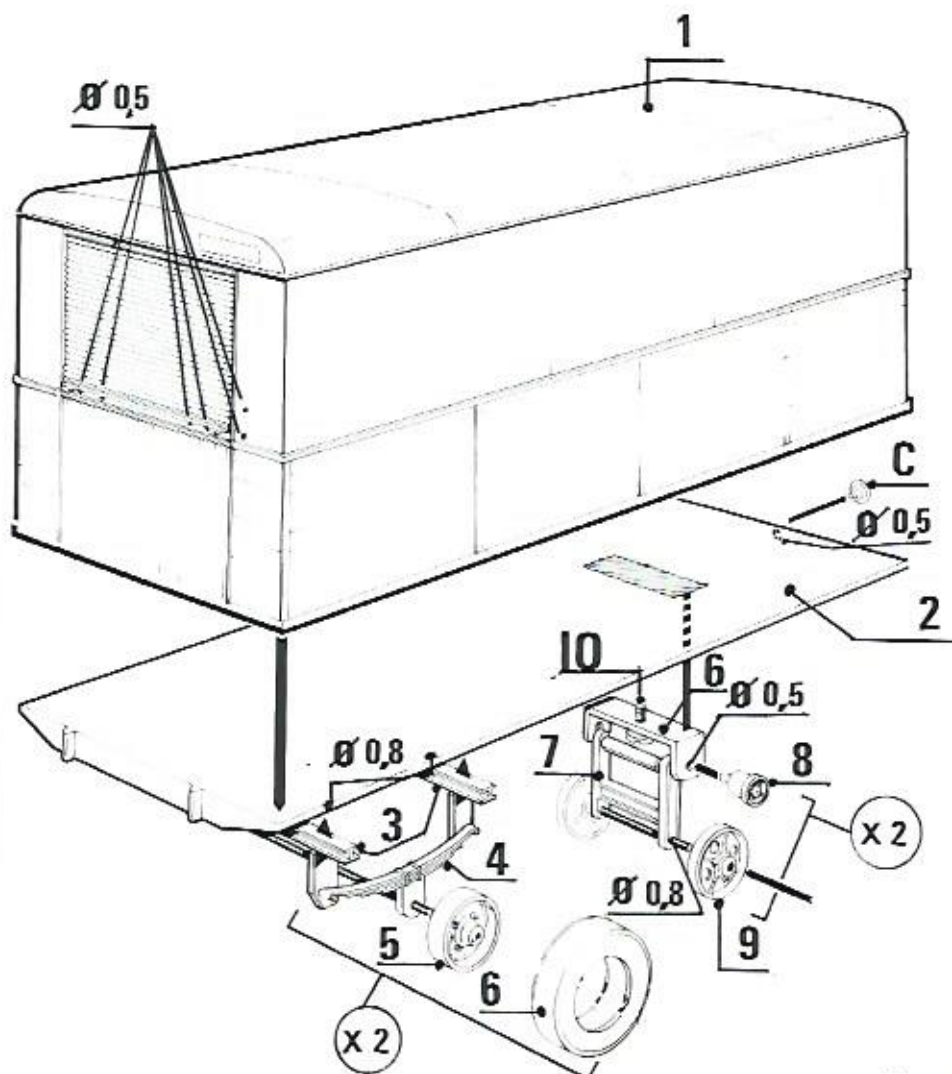

Figure 4
- percer les trous de fixation des pièces suivant la figure 4
- coller en place les renforts (pièce(3) en deux exemplaires), puis les ressorts de suspension (pièce(4) en deux exemplaires)
- repercer sans déboucher les jantes(5) au Ø 1,5. Coller une jante sur l'axe de cuivre au Ø 1,5 ; l'enfiler dans l'oeil de chaque ressort, puis coller à l'autre extrémité la seconde jante(5)
- coller la caisse (1) sur le chassis (2)
- réaliser une petite cale venant se positionner provisoirement entre les montants de la béquille, pour effectuer les percements sans la casser.Repercer la béquille (7), les trous supérieurs au Ø 0,5 ; et les trous inférieurs au Ø 0,8. Repercer les galets supérieurs (8) au Ø 0,5 et les roues à bandage métallique au Ø 0,8
- monter les galets (8) sur les axes à tête Ø 0,5 ; ils doivent tourner librement. Puis passer l'axe dans l'articulation (6) et les coller au dos de la béquille (6) (opération délicate pour ne pas coller tout ensemble, afin que cela fonctionne correctement)
- monter le volant (C) sur un morceau de tige de maillechort Ø 0,5 et coller le tout en place, à l'avant du chassis.
- monter les pneus (6) sur les jantes (5)
- mettre l'ensemble béquille en place sous la remorque au moyen de la vis (10) qui sera collée en place. La béquille devant tourner librement pour ceux qui le désirent
- installer les poignées réalisées en fil de maillechort de \varnothing 0,5 suivant la figure 4